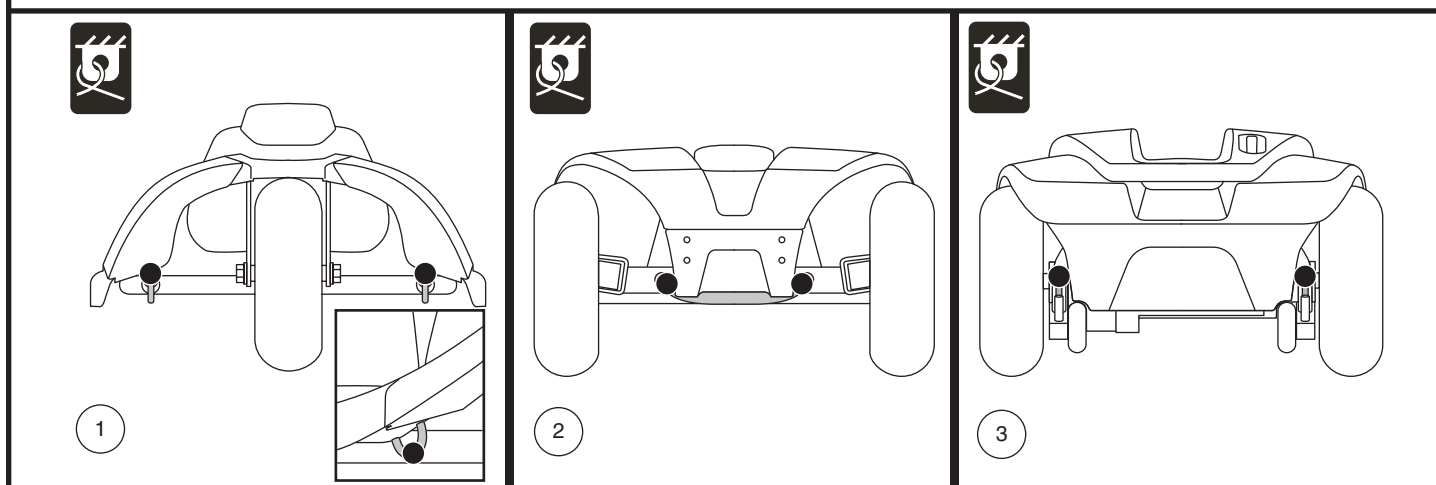

Figure 7. Points d'ancrage (indientifié avec des points noirs)
Le scooter doit toujours être ancrés face à l'avant du véhicule. Fixez les quatre (4) courroies aux points d'ancrage désignés sur le scooter. **Voir la figure 7.** Serrez-bien les courroies pour retirer le jeu excessif. N'attachez jamais le scooter par ses composants réglables ou mobiles tels que les accoudoirs, capots ou roues. Ces articles devraient être enlevés. Positionnez les points d'ancrage arrière des courroies directement derrière le scooter. Les points d'ancrage avant sont disposés plus loin de chaque côté du scooter afin d'augmenter la stabilité latérale.